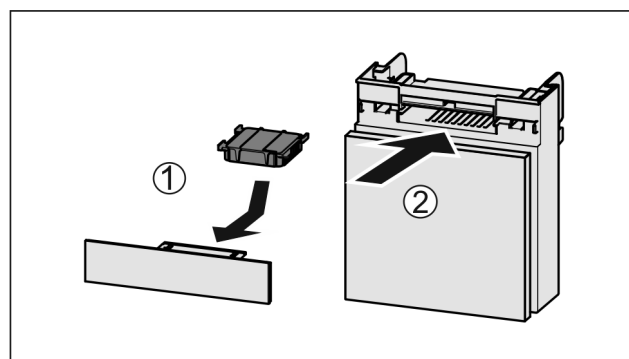

Fig. 139
- ▶ Insérer le filtre à charbon actif d'après le schéma Fig. 139 (1).
- ▶ Insérer le compartiment Fig. 139 (2).